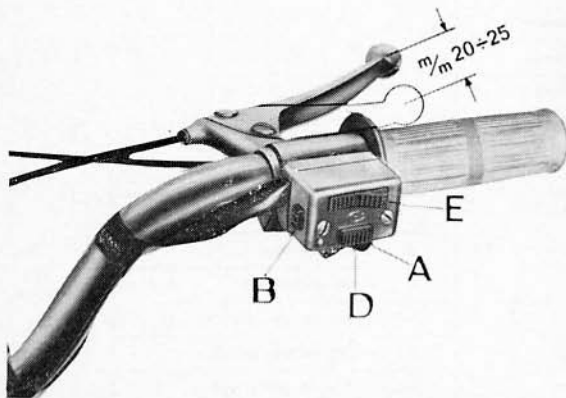

Fig. 6
Manopola girevole comando gas (vedere fig. 6)
Leva comando freno anteriore (vedere fig. 6)
(vedere fig. 6)
Chiudere il gas, portare la leva comando cambio in posizione di folle, premere il pulsante di massa (B) di fig. 6 e portare la leva del rubinetto miscela in posizione di chiusura.